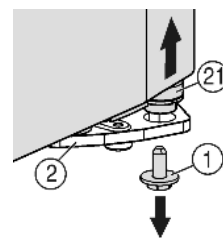
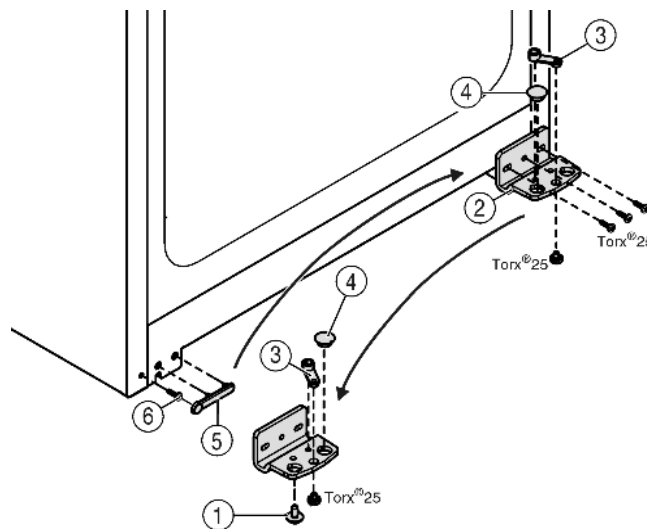

Fig. 4
Fig. 5
- ▶ Внизу справа на опорном кронштейне выкрутите фиксирующий винт Fig. 4 (1).
- ▶ Опорный палец Fig. 4 (21) можно извлечь из опорного кронштейна Fig. 5 (2).
- ▶ Если не удается извлечь опорный палец Fig. 4 (21), нажмите на него снизу.
- ▶ Открутите опорный кронштейн Fig. 5 (2).
- ▶ Открутите опорную деталь Fig. 5 (3) и, переставив в отверстие на противоположной стороне опорного кронштейна, снова прикрутите.
- ▶ Извлеките заглушку Fig. 5 (4) из опорного кронштейна и переставьте ее в отверстие на противоположной стороне опорного кронштейна.
- ▶ Осторожно снимите крышку со стороны ручки Fig. 5 (5).
- ▶ Выкрутите болт Fig. 5 (6) и вкрутите на противоположной стороне.
- ▶ Снова установите крышку Fig. 5 (5).
- ▶ Снова прикрутите опорный кронштейн Fig. 5 (2) на новой стороне шарнира (с моментом 4 Нм). При необходимости используйте аккумуляторный шурупверт.
- ▶ Вкрутите фиксирующий винт Fig. 4 (1) вниз в опорный палец и затяните (с моментом 4 Нм).